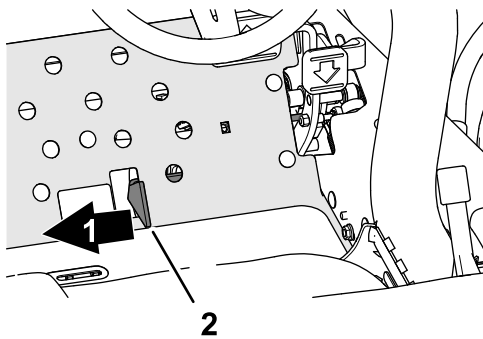

图 39
4. 刈り込み/移動走行切り替えスライドを刈り込み位置にする図 39。
2. 刈り込み/移動走行切り替えスライドを右側、刈り込み位置にする図 39。